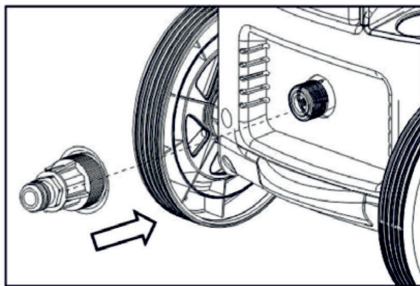

Рис. 7
6. Установите на штуцер для всасывающего шланга переходник со встроенным фильтром очистки воды (Рис. 7).